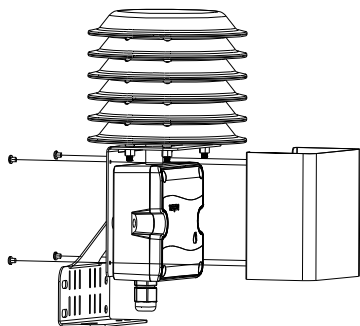

图 1
1. 如图 1，拆下背面四颗螺丝以打开 U 型防护罩，完成主机接线，再装回 U 型防护罩；